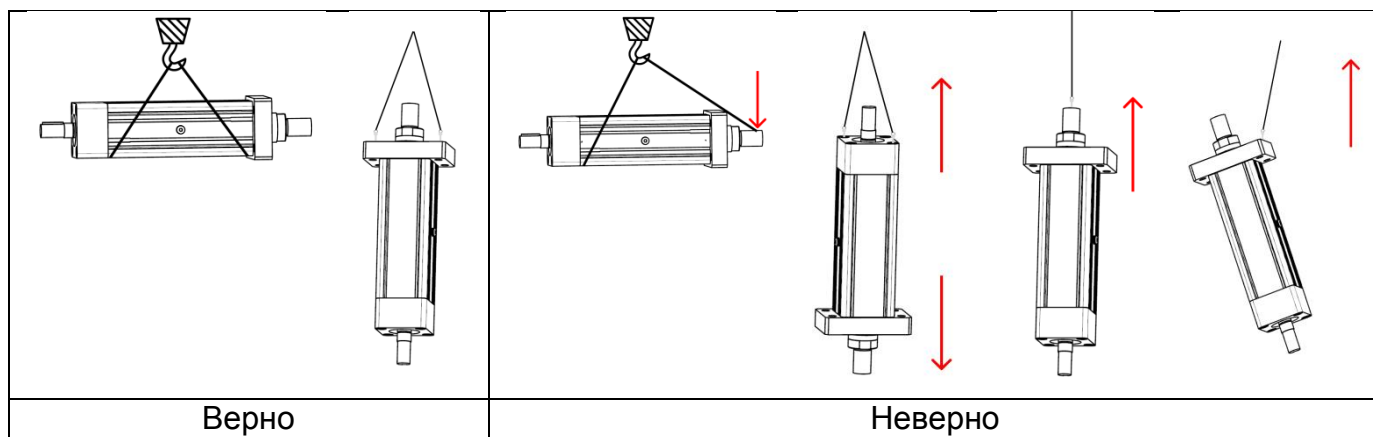

Рисунок 19 – Крепление для погрузки/разгрузки модулей.
**ЗАПРЕЩЕНО** использовать заднюю торцевую крышку для подъема изделия, чтобы предотвратить выброс штока из корпуса модуля из-за реверсивности рециркуляционных шарико-винтовых пар, см. рисунок 19.